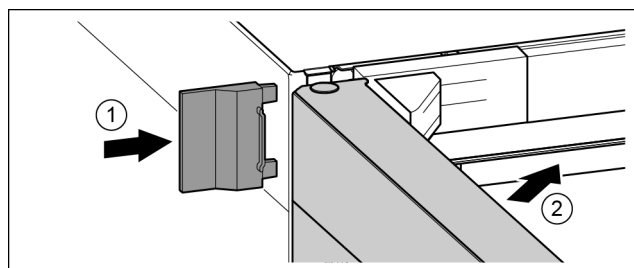

Fig. 19
- ▶ Vnější kryt nasuňte. Fig. 19 (1)
- ▶ Zavřete horní dveře. Fig. 19 (2)